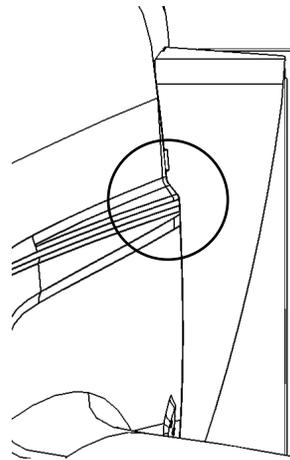
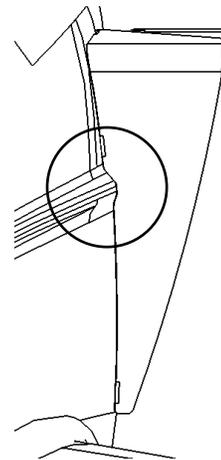

Figure 1: HX520 Hood
Figure 2: HX620 Hood
- b. Use the notch in the shroud as a guide to ensure the shroud is positioned at the correct height, see Figure 1 or Figure 2 for a visual of the area to look at.
- b. Utilisez l'encoche du déflecteur comme guide pour vous assurer que le déflecteur est placé à la bonne hauteur. Reportez-vous à la figure 1 ou à la figure 2 pour voir la zone à observer.